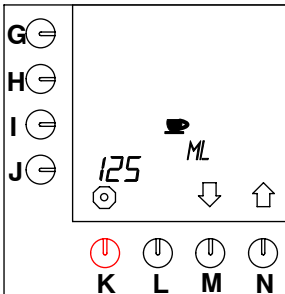

Fig. 34 Capacidad de una taza
- Mantenga apretada la tecla de programación (N.)↑ hasta que en el display aparezca fig. 34 .